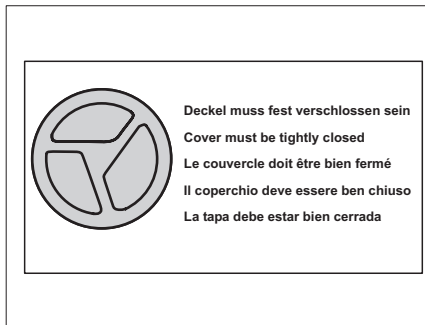

Bild 96 Varningsskylt lock
- ▶ Kontrollera att båda locken är stängda före körningen. Observera varningsskylten (Bild 96).